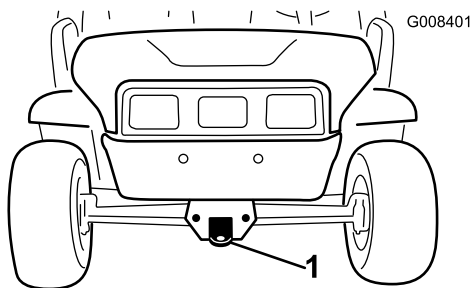
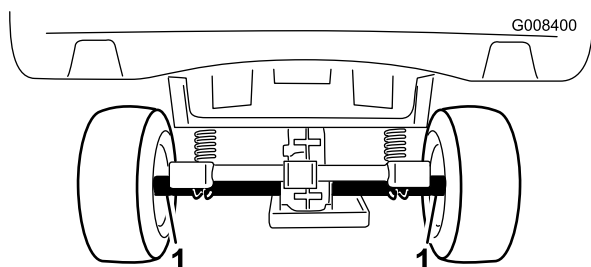

Bild 21
Bild 22
Benutzen Sie einen Anhänger, um die Maschine über längere Strecken zu transportieren. Stellen Sie sicher, dass die Maschine auf dem Anhänger befestigt ist. Beachten Sie für die Position der Vergurtungsstellen die Bilder Bild 21 und Bild 22.
2. Befestigen Sie ein Abschleppseil an der Zunge vorne am Maschinenrahmen (Bild 21).